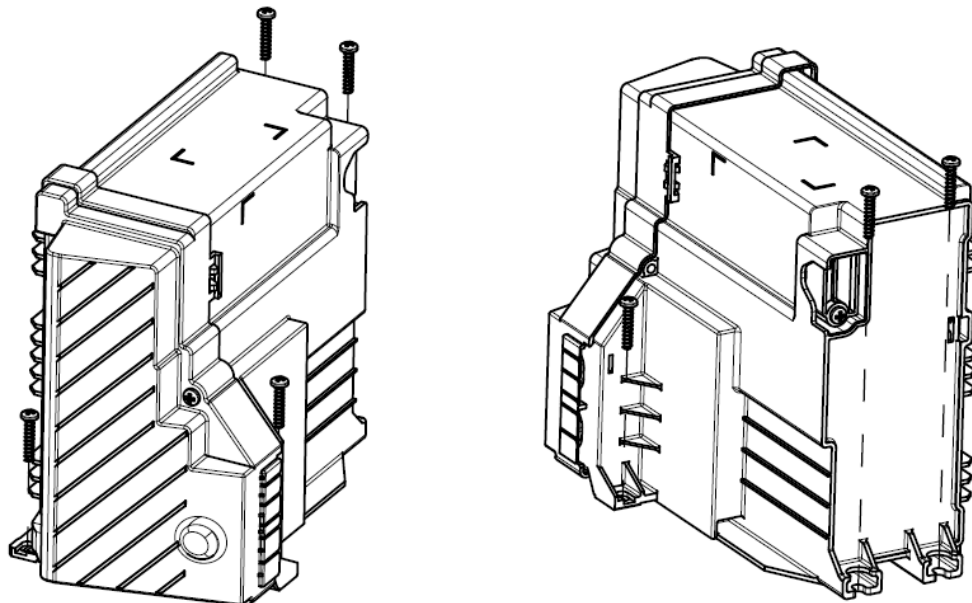

Figura 3.3: Fixação do inversor
- Os parafusos apresentados na Figura 3.3 são usados apenas como referência para as posições de aparafusamento. Para fixar o inversor no sistema, o cliente deverá usar um parafuso ou arruela com as seguintes especificações: cabeça do parafuso ou arruela com diâmetro mínimo de 10 mm; faixa de torque de 1,5 a 2,0 Nm.